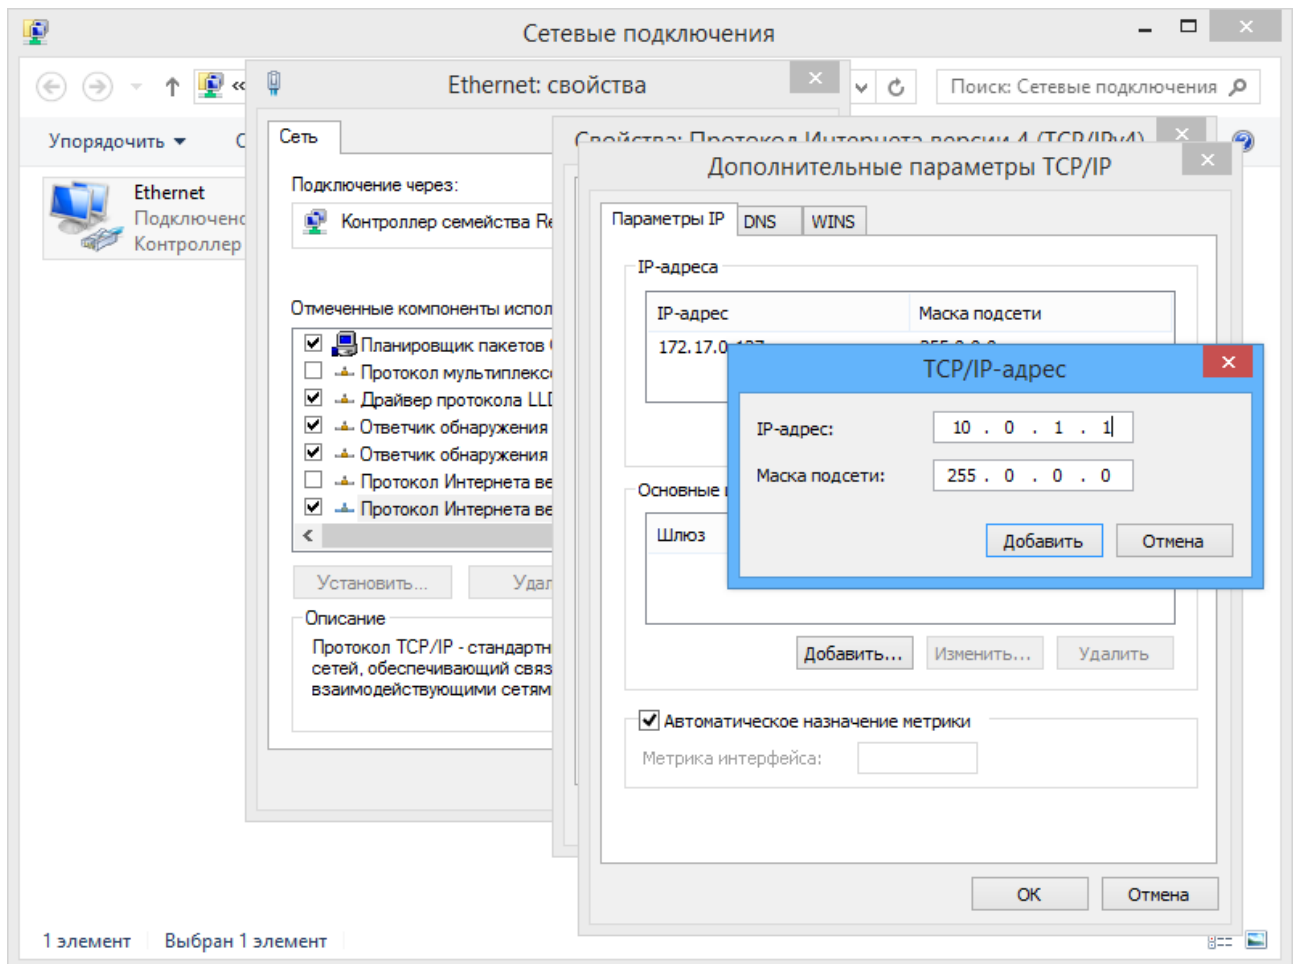

Рисунок 11. Добавление IP-адреса ПК
1. **Отсутствуют сетевые настройки в компьютере** – установите IP-адрес и маску подсети компьютера. Контроллер при этом должен быть подключен либо непосредственно к сетевому разъему сетевой карты компьютера, либо к тому же Hub/Switch, в который включен компьютер (см. рис. 11).